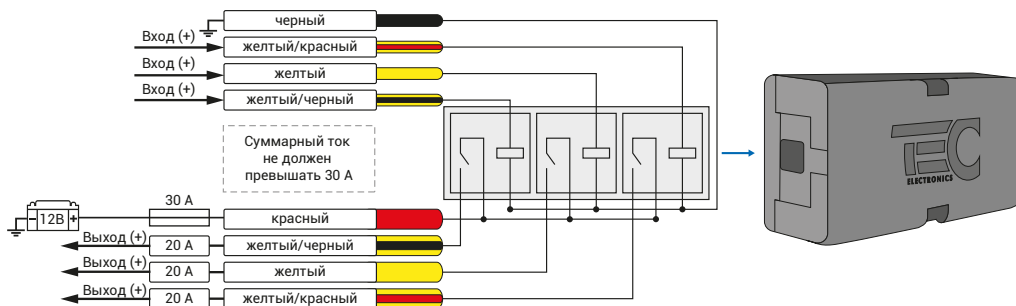
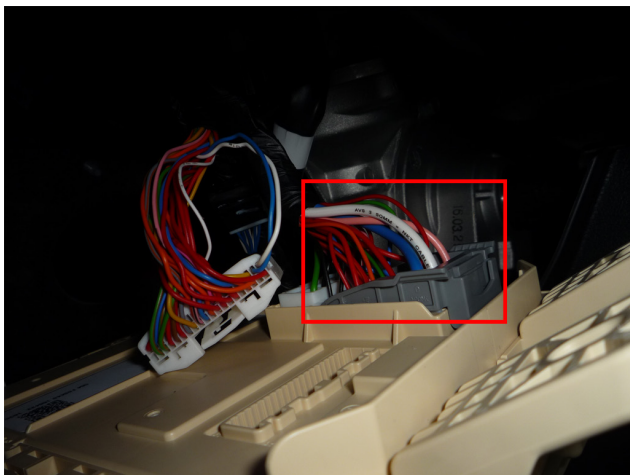

Рис.4 Релейный модуль TEC-4540
Рис.5 Место подключения к силовым цепям запуска двигателя
3. Осуществите подключение цепей автозапуска, используя провода выделенные на рисунке №3. Подключение производится в белом разъеме на задней стороне монтажного блока (см. рис. 5, 6). Для подключения силовых цепей используйте релейный модуль TEC-4540 (см. рис. 4).